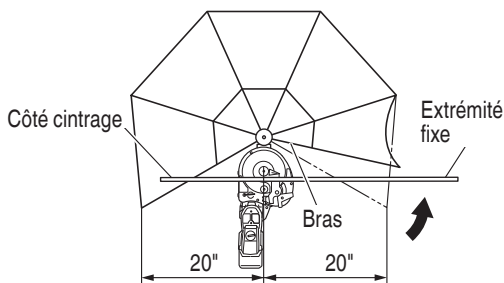

Fig. 51
- Installer la protection anti-flèche avec des barres béton de 20" (dimension intérieure de la protection anti-flèche) ou moins pour protéger les personnes autour de la cisailleuse/cintreuse au cas où la barre béton se briserait en éclats et dévierait pendant le cintrage. (Fig. 51)
- (2) Bien installer la protection anti-flèche pour cintrer des barres béton d'une longueur de cintrage de 20" (dimension intérieure de la protection anti-flèche) ou moins et d'une longueur de fixation supérieure à 20". Dans ce cas, amener le bras sur le côté fixation, comme indiqué ci-dessous. (Fig. 51)